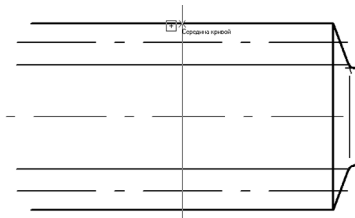

Рис. 14.5. Построение вспомогательной оси симметрии
4. Укажите курсором на верхний горизонтальный отрезок червяка в любой его точке (отрезок 1–2). После срабатывания привязки щелчком мыши зафиксируйте положение прямой (рис. 14.5).